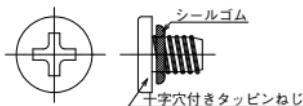

図88 切管用挿し口リングおよびタッピングねじ
- ① 切管用挿し口リング（継ぎ輪用）(図88(a))のねじ穴位置にOリング(2ヶ所)が付いていること、および異物の付着がないことを確認する。Oリングが外れている場合は、シアノアクリレート系接着剤で取り付ける。
- ② 十字穴付タッピンねじ(図88(b))にシールゴムがついていることを確認する。